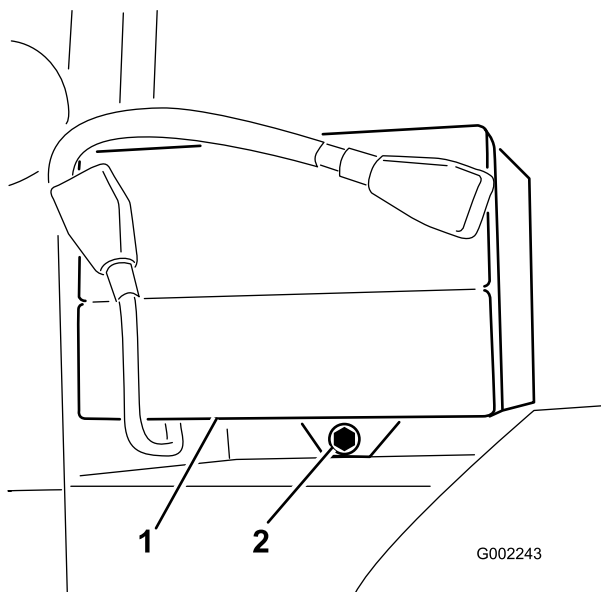

Figura 47
2. Retire el dispositivo de sujeción de la batería y los herrajes (Figura 47).
3. Instale el dispositivo de sujeción de la batería, fijándolo con los herrajes que retiró anteriormente (Figura 47).